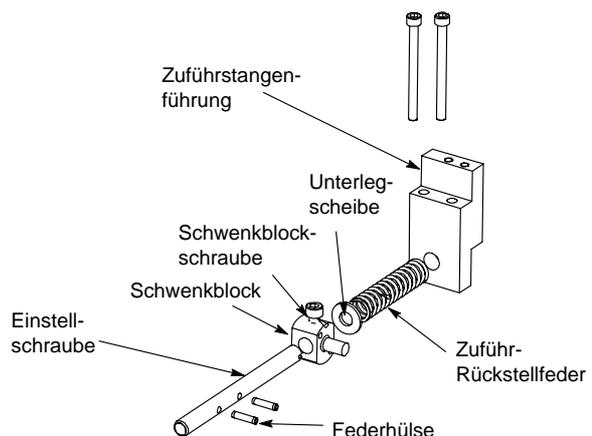

Abb. 12
2. Entfernen Sie die Schwenkblockschraube, die Schrauben der Einstellplatte und die Teile des 'Vorschubmechanismus' vom Applikator. Siehe Abbildung 12.
3. Entfernen Sie die Zuführstangenführung und die Einstellschraube. Siehe Abbildung 12.